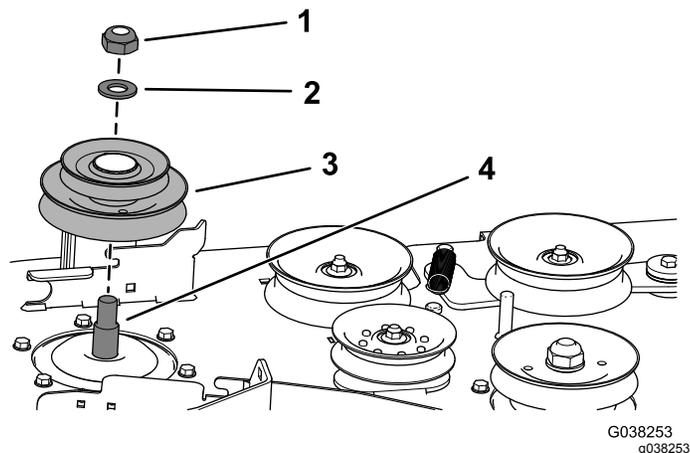

Bild 28
- Befestigen Sie die neue Doppel-Riemenscheibe mit der Sicherungsmutter (¾") und der Unterlegscheibe auf der rechten Spindelwelle (Bild 28).